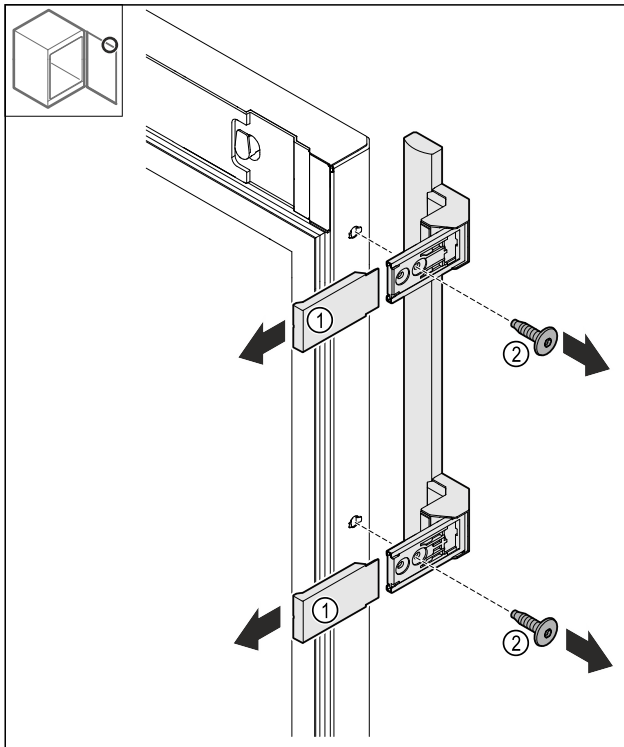

Fig. 19
- ▶ Abdeckungen Fig. 19 (1) abziehen.
- ▶ Schrauben Fig. 19 (2) lösen.